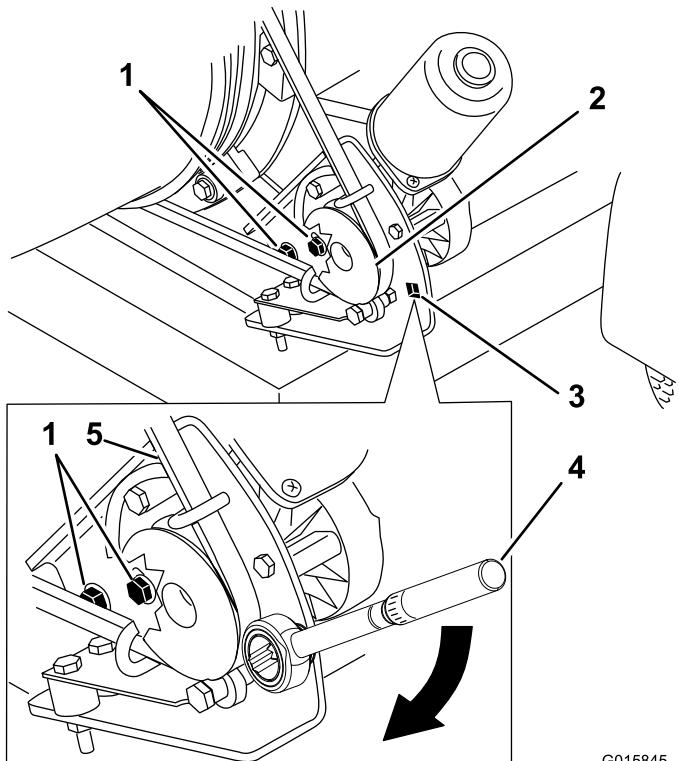

Bild 47
2. Lösen Sie die beiden Bundkopfschrauben und die beiden Sicherungsbundmuttern, mit denen die Motorbefestigungshalterung an der Gehäusebefestigung des Maschinenrahmens befestigt ist (Bild 47).
3. Führen Sie den Einsatz eines Drehmomentschlüssels in die Riemenscheibenbefestigungshalterung ein, wie in Bild 47 dargestellt.
4. Drehen Sie die Riemenscheibenbefestigungshalterung von der Gebläsedüse (Bild 47) weg, bis der Drehmomentschlüssel einen Wert von 22,6-26,0 N·m anzeigt.